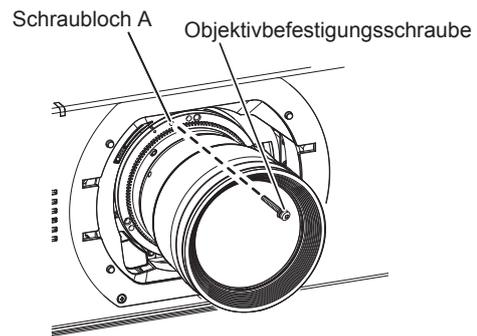

Abb. 2
3) Sichern Sie das Projektionsobjektiv mit der beiliegenden Objektivbefestigungsschraube. (Abb. 2)